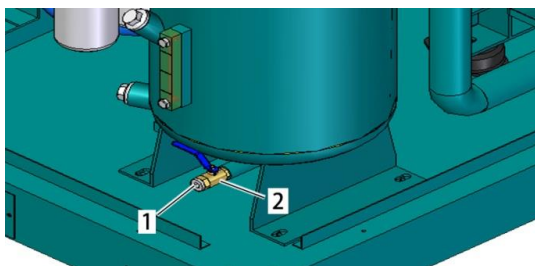

图37：泄油口
6. 打开泄油口塞头(图37/1)。
7. 打开泄油口(图37/2)。
8. 关掉泄油口(图37/2)。
9. 装上泄油口塞头(图37/1)。